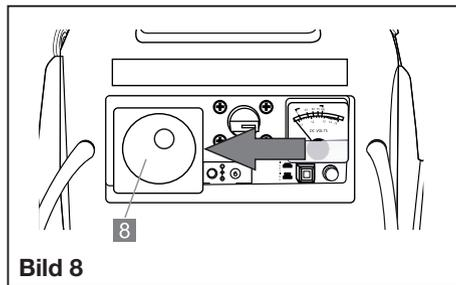

Bild 8
- Drücken Sie den Gehäuserahmen im Bereich der Verbindung mit dem Gerätegehäuse (siehe Pfeil Bild 8) in Richtung der Glühbirne und lösen Sie die Steckverbindung.